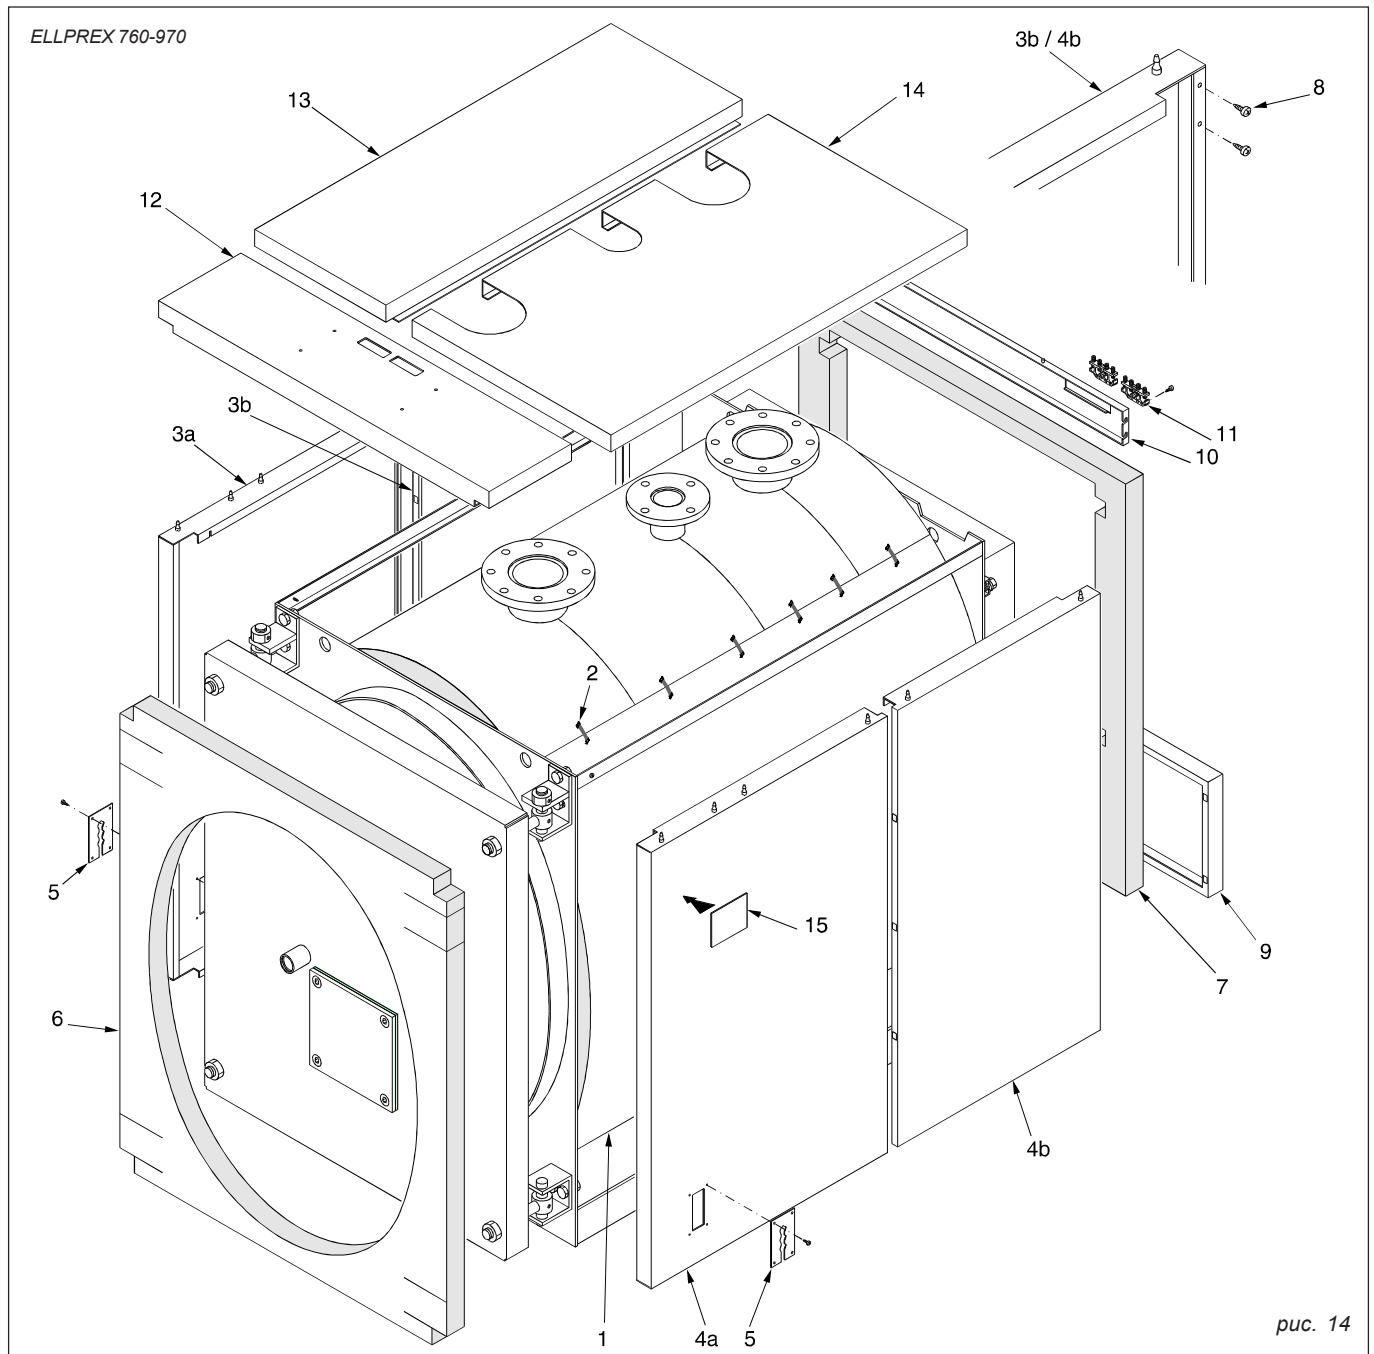

рис. 14
**ВНИМАНИЕ:** Кожух для модели ELLPREX 630 (см. рис. 12), а также для моделей с ELLPREX 760 по ELLPREX 2200 (см. рис. 14 и 15) включительно упакован в трех коробки, маркированные следующим образом:
**Последовательность монтажа. См. рис. 14**